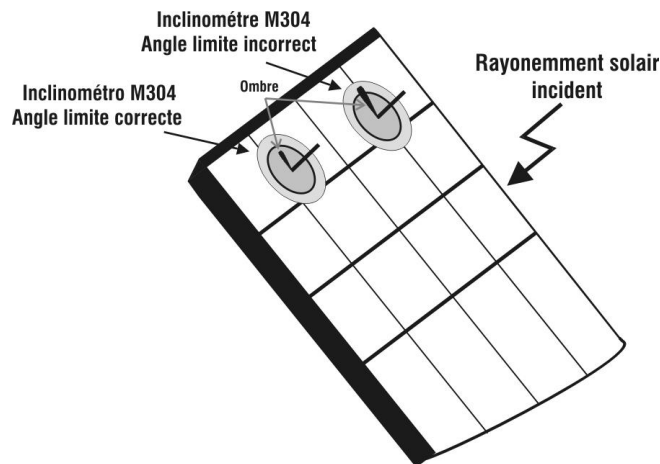

Fig. 10 : Positionnement inclinomètre M304
18. Monter la tige sur le disque de l'accessoire M304 (inclinomètre) fourni de dotation et le garder posé sur le plan du module. **Vérifier que l'ombre de la tige projetée sur le disque tombe dans le « cercle concentrique limite » se trouvant à l'intérieur du disque même (voir Fig.10).** Autrement, l'angle entre les rayons du soleil et la surface du module est trop élevé et les mesures effectuées par l'instrument **NE** sont donc **PAS** à considérer comme fiables. Répéter les opérations dans d'autres moments de la journée